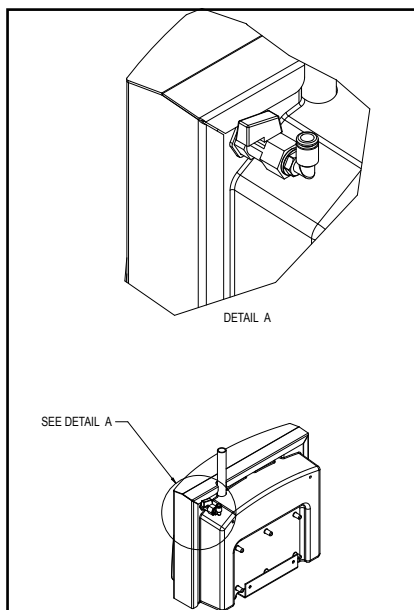

Figura 12
2. Cierre el suministro de aire (A, figura 12).